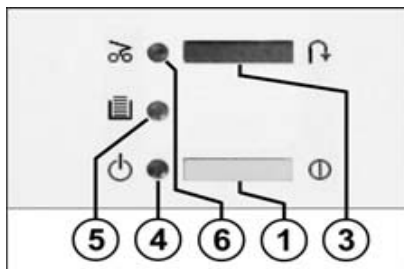

fig. 1
- 1 = Pulsador "Disponibilidad de servicio" (fig. 1)
- 3 = Pulsador "Desligar" / "Retroceso" (fig. 1)
- 4 = Indicación de control "Disponibilidad de servicio" (fig. 1)
- 5 = Indicación de control "Recipiente lleno" / "Puerta abierta" (fig. 1)
- 6 = Indicación de control "Acumulación de papel" (fig. 1)
- Conectar la máquina mediante el pulsador (1) (fig. 1). Se ilumina la indicación de control (4) (fig. 1).
- Si el recipiente de recogida está lleno, la máquina se desconecta automáticamente. La indicación de control (5) (fig. 1) se enciende. Vacíe el recipiente de recogida tal como sigue:
- Introducir el saco vacío y cerrar la puerta. El indicador de control (5) (Fig. 1) se apaga.
Observe que el aparato esté siempre desconectado durante la noche (accionar el pulsador (3) (fig. 1)).
- El indicador de control (6) (Fig. 1) se enciende.
- Accionar brevemente el interruptor de presión para la marcha de retroceso (3) (Fig. 1).
- El indicador de control (6) (Fig. 1) se apaga.
En el caso de que el motor se sobrecargue, este se desconecta. Desconecte el aparato mediante el pulsador (3) (fig. 1). Tras un tiempo de enfriamiento de aprox. 15 - 20 minutos (según la temperatura ambiente del local), puede activar de nuevo el aparato.